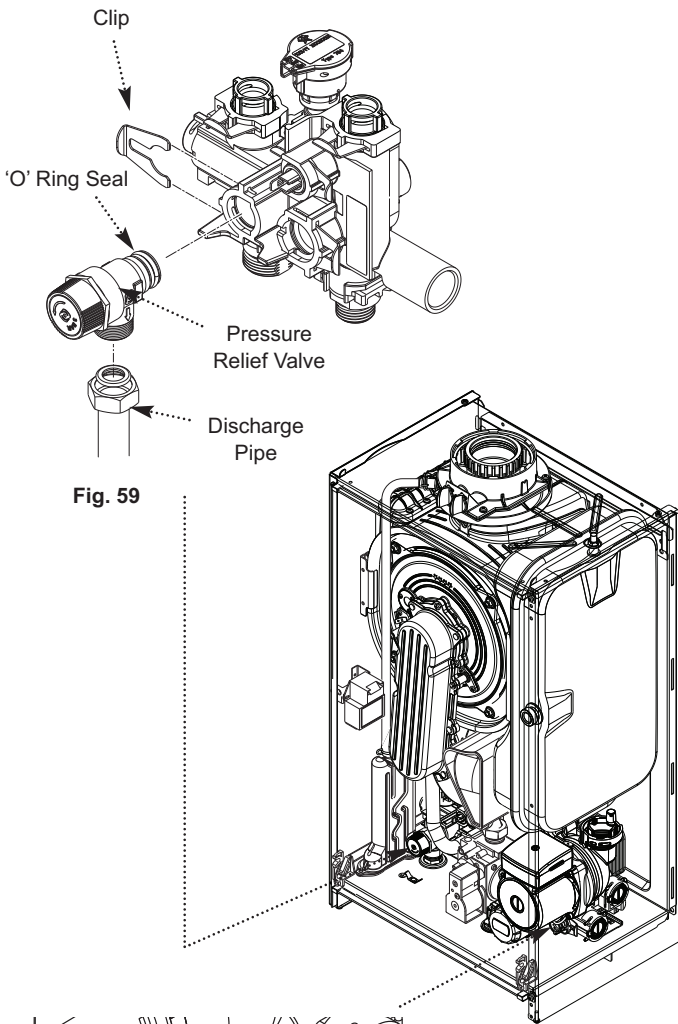

Fig. 59
10.3.14 Safety Pressure Relief Valve (Fig. 59)